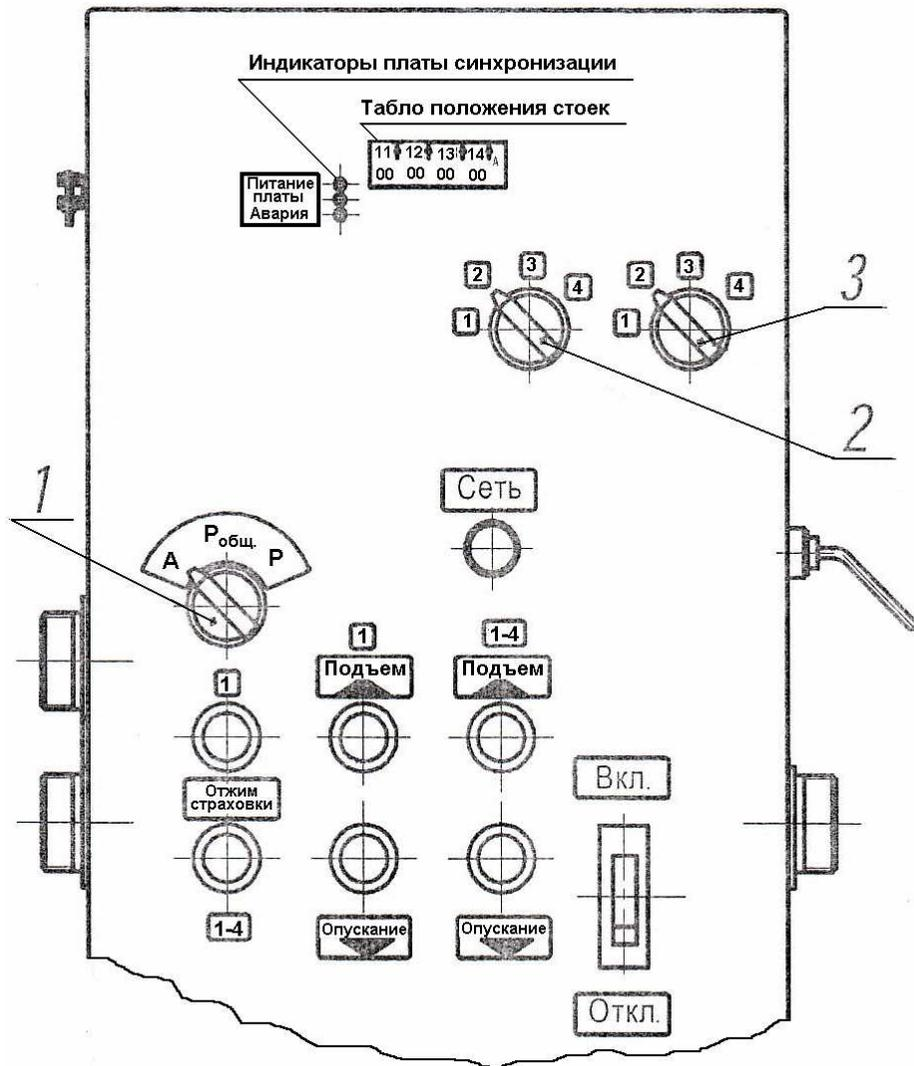

Рис. 6. Общий вид шкафа аппаратного мастер-стойки
7.2.3. Включить тумблер (поз.1 на Рис.6) управления режимом работы платы синхронизации подъема и опускания кареток, находящийся на дверце шкафа аппаратного, в положение «Робщ.». Кнопкой «ВВЕРХ» подвести подхваты до касания с беговой поверхностью покрывки колеса автомобиля.